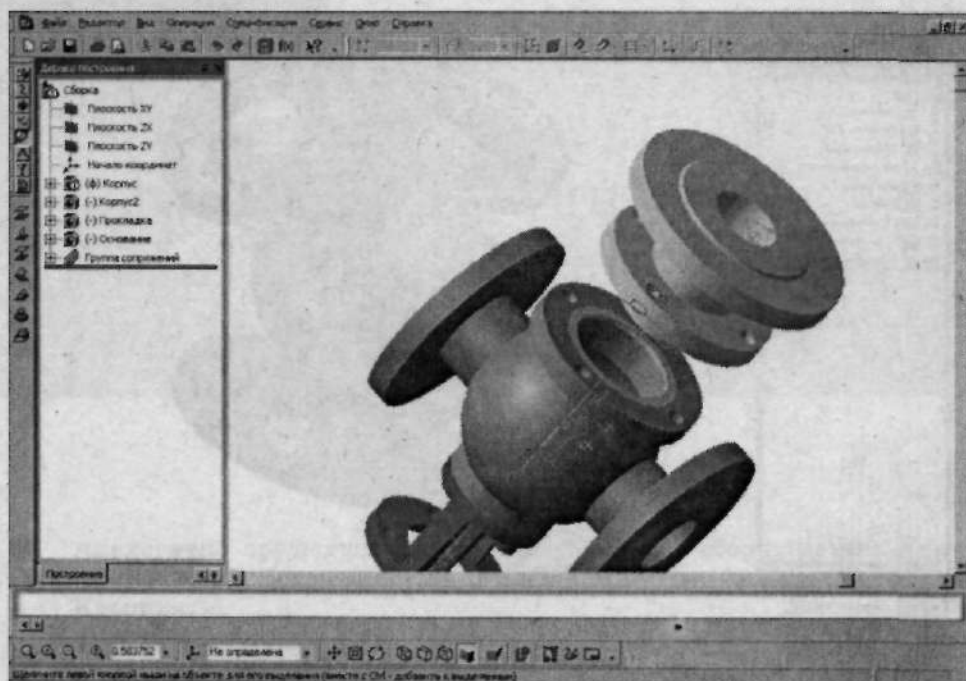

Рис. 3.26. Приведите к соосности отверстия
8. Добейтесь того, чтобы было выделено одно из отверстий на *Основании* (рис. 3.26), так как к соосности не нужно приводить все отверстия по отдельности. Щелкните левой клавишей мыши, не перемещая курсора.